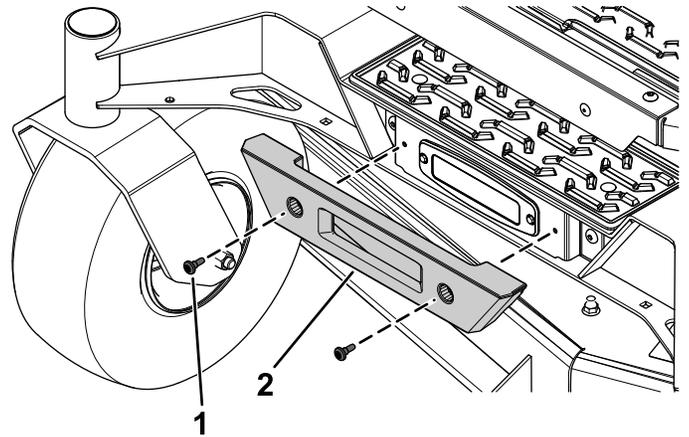

Figura 3
2. Prenda o amortecedor frontal utilizando os dois parafusos de cabeça Torx previamente removidos (Figura 3).